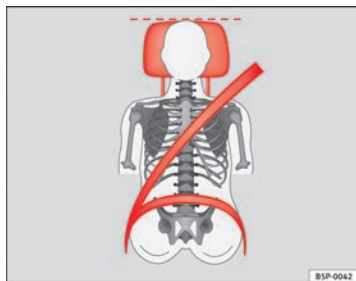
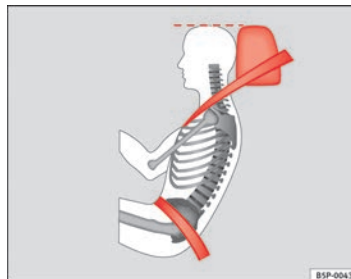

Abb. 64 Von vorne betrachtet: richtig eingestellte Kopfstütze und korrekter Gurtbandverlauf
Abb. 65 Von der Seite betrachtet: richtig eingestellte Kopfstütze und korrekter Gurtbandverlauf
- Die Kopfstützen so einstellen, dass sich die Oberkante der Kopfstütze möglichst auf einer Linie mit dem oberen Teil Ihres Kopfes bzw. mindestens auf Augenhöhe befindet ⇒ Abb. 64 und ⇒ Abb. 65.